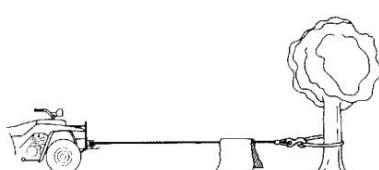

Figure 4
11. Podczas ciągnięcia ciężkich ładunków dobrym pomysłem jest nałożenie grubego koca lub kurtki na linię stalową w pobliżu końca haka (rysunek 4). W przypadku zerwania liny stalowej, tkanina będzie działać jak amortyzator i zapobiegnie jej szuraniu.